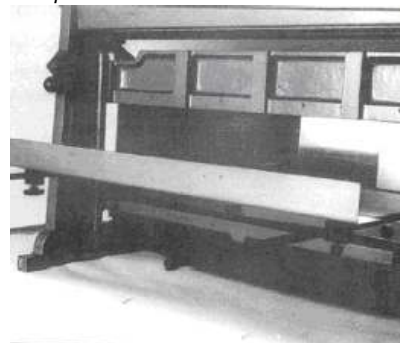

Рис. 6
1. Поверните железный уголок на блоке задней шкалы в верхнее положение, если оно еще в нем не находится (См. Рис. 6).